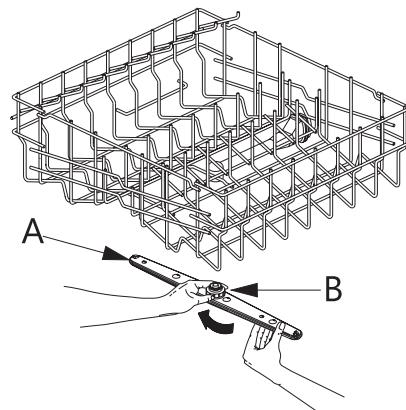

Fig. 6-02
- Pour démonter le bras de lavage supérieur (réf. A fig. 6-02), il faut dévisser la bague de retenue (réf. B fig. 6-02) en la tournant dans le sens des aiguilles d'une montre. Une fois le nettoyage exécuté, remonter le bras de lavage dans son siège, puis visser la bague de retenue en la tournant dans le sens inverse des aiguilles d'une montre.